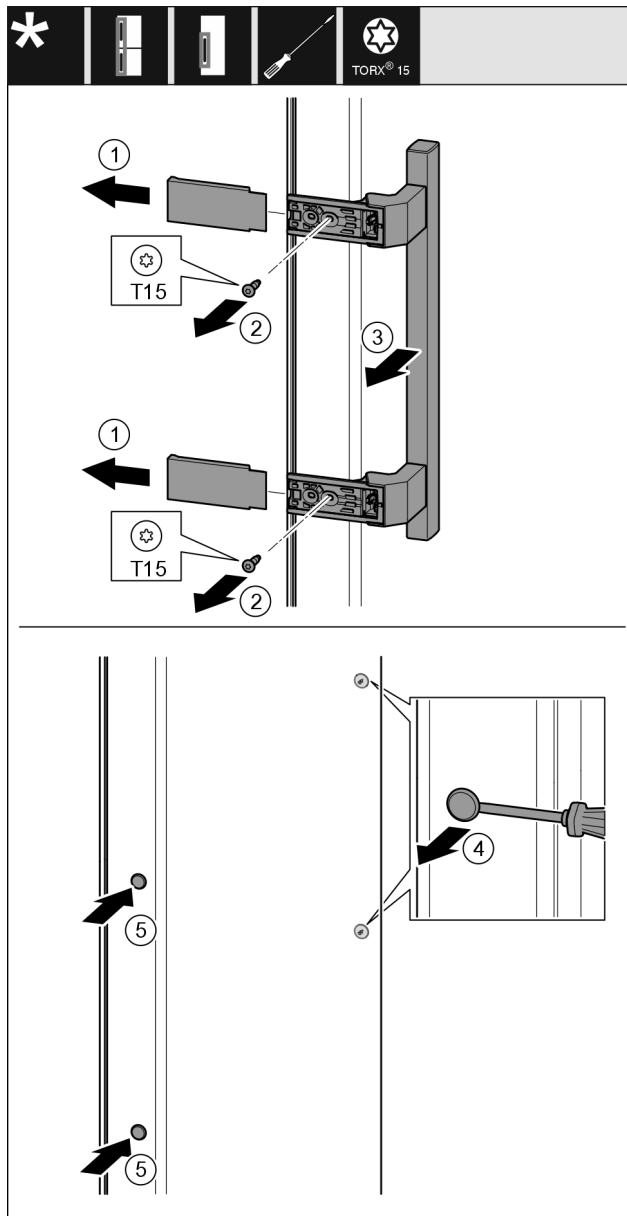

Fig. 19
- ▶ Зніміть кришку Fig. 19 (1).
- ▶ Викрутіть гвинти Fig. 19 (2) за допомогою викрутки.
- ▶ Зніміть ручку Fig. 19 (3).
- ▶ За допомогою шліцьової викрутки обережно підійміть та витягніть бокові пробки Fig. 19 (4).
- ▶ Знову вставте пробки Fig. 19 (5) з іншого боку.